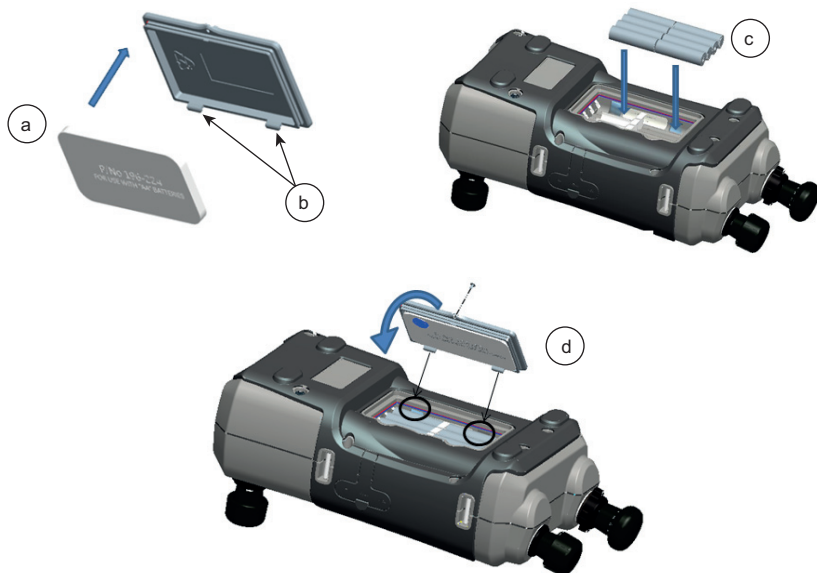

Figura 1-1: Encaixe as baterias de célula seca
3. Recoloque a tampa da bateria pressionando os engates (b) nos slots (d), empurrando a tampa para baixo enquanto aperta o parafuso de fixação. (Veja a Figura 1-1.)